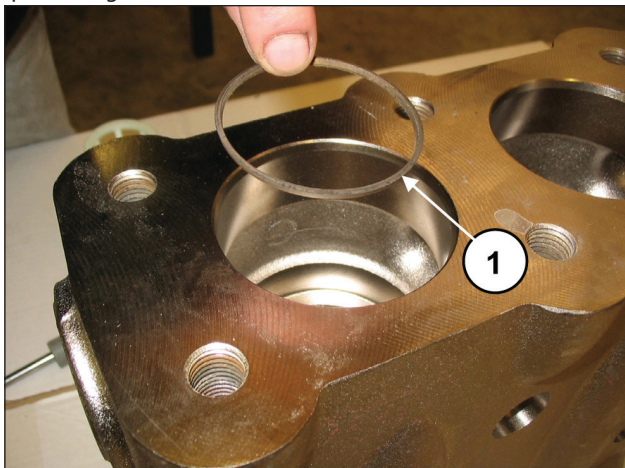

Fig. 102
Introducir la anilla antiextrusión, pos. dibujo desglosado 4 (pos. ①, Fig. 102).